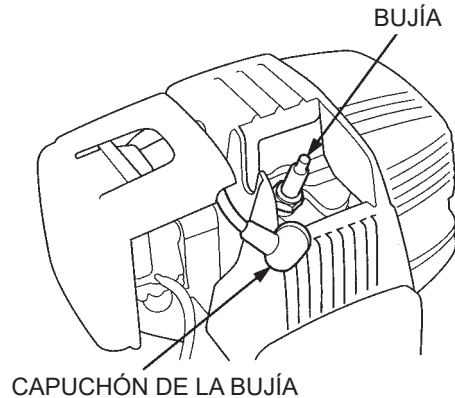

Figura 19. Extracción de la bujía
2. Desconecte el capuchón de la bujía (Figura 19) y elimine la suciedad en torno a la bujía.